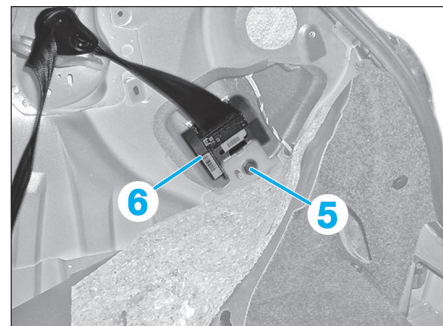

Fig. 28
- la vis (5) (Fig.28),
- le prétensionneur (6).